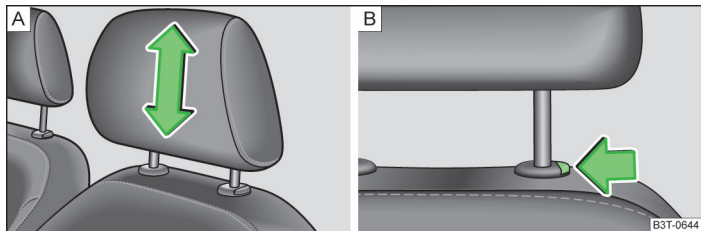

Fig. 54 Tetiere: reglarea / demontarea
- Prindeți tetiera din lateral, cu ambele mâini și mișcați-o în sus, după dorință » fig. 54 - **A**.
- Dacă doriți să împingeți tetiera în jos, trebuie să apăsați tasta de siguranță » fig. 54 - **B** cu o mână și să o mențineți apăsată, iar cu cealaltă mână să apăsați tetiera în jos.
- Apăsați tasta de siguranță în sensul săgeții » fig. 54 - **B** și trageți afară tetiera.